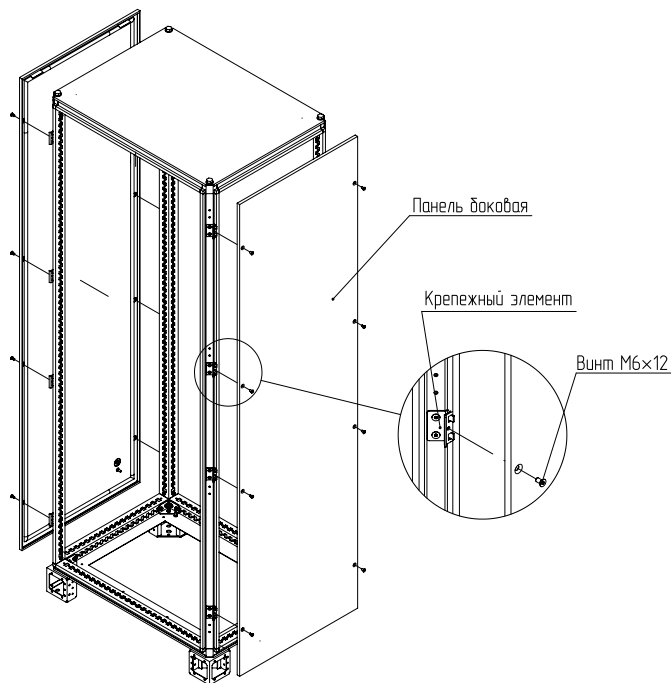

Рисунок 2
4.1.2 Закрепить восемь крепежных элементов на стойках каркаса (рисунок 2). Для крепления использовать винты самонарезающие М6×12. Момент затяжки – 7 Н·м.